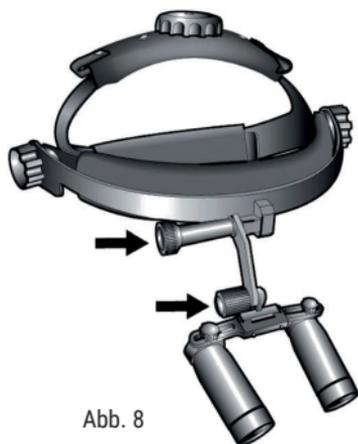

Abb. 8
- Platzieren Sie die Fernrohre in der ungefähr richtigen Position vor Ihren Augen. Lockern Sie die beiden Anpassungsdrehknöpfe etwas, damit Sie die Fernrohre leicht bewegen können. Richten Sie jedes Fernrohr vertikal aus. (Abb. 8).